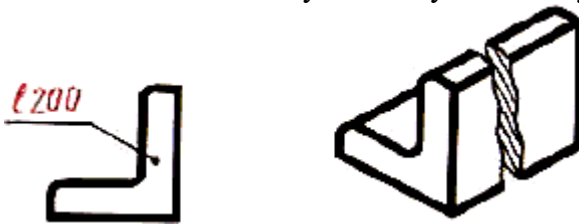

Рисунок 2.10 – Нанесение размера длины детали
10. Допускается подобным образом указывать и длину детали (Рисунок 2.10), но перед размерным числом в этом случае пишут латинскую букву *l*.